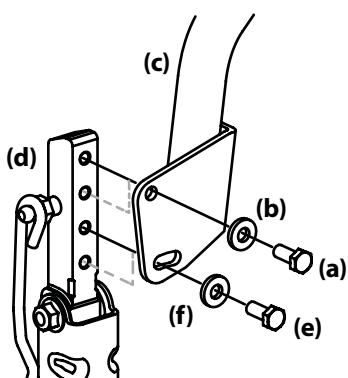

Figura 4-6
2. Sostenga la palanca de control de la transmisión par evitar que se caiga, extraiga el tornillo de cabeza hexagonal (e) y la arandela plana (f) de la parte inferior de la palanca de control de la transmisión (c) y haga descender el brazo (d). Consulte la Figura 4-6.
6. Si el tornillo de cabeza hexagonal (e) no está flojo, aflojelo y gire la palanca de control hacia adelante o hacia atrás a la posición deseada. Consulte la Figura 4-6.